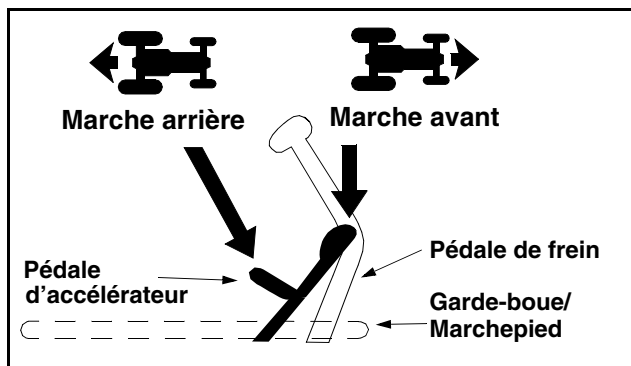

Figure 10
- Pour vous déplacer en MARCHÉ ARRIÈRE, assurez-vous qu'il n'y a pas d'obstruction derrière vous, puis appuyez lentement sur la partie inférieure de la pédale d'accélérateur avec la plante de votre pied (et pas votre talon) jusqu'à l'obtention de la vitesse désirée. Voir la Figure 10.
- Pour vous déplacer en **MARCHE AVANT**, appuyez lentement sur la partie supérieure de la pédale d'accélérateur jusqu'à l'obtention de la vitesse désirée. Voir la Figure 10.